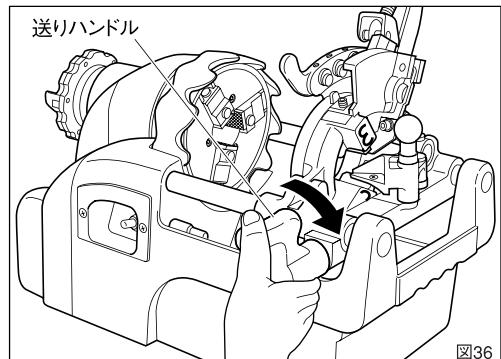

図36
- ② スイッチを入れると、オイルはダイヘッドから自動的に注油されます。
- ③ 送りハンドルを時計方向に回して、パイプにダイヘッドを押しつけ、チーザを食い付かせてください。(図36)